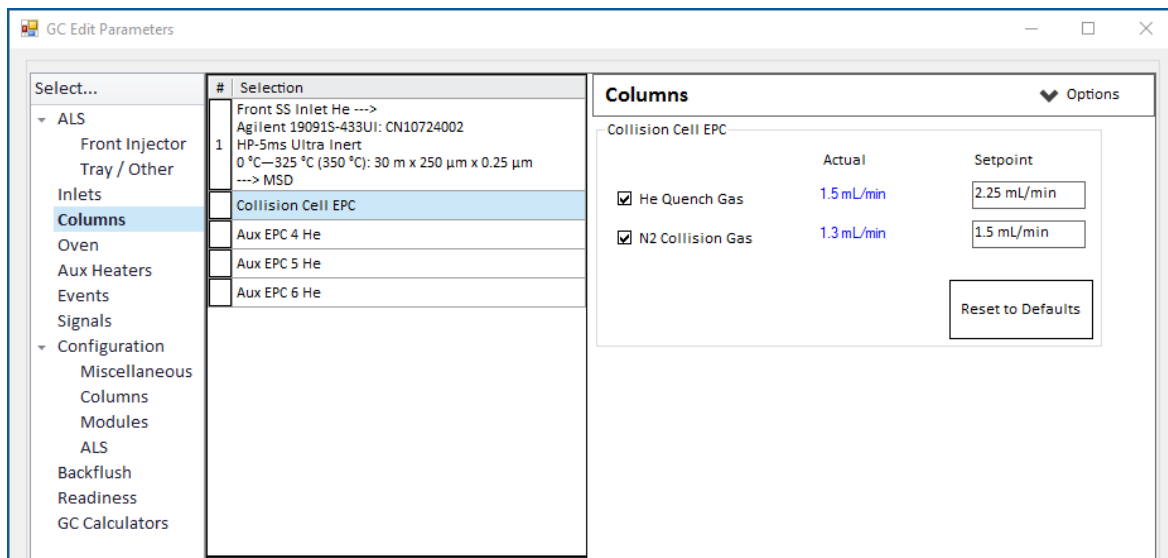

Figura 30 Ajuste del caudal de gas de CC
- 2 Haga clic en el icono **Columns** para visualizar la pantalla de entrada de parámetros de control para la columna y los módulos de flujo auxiliares. (Consulte la Figura 30.)